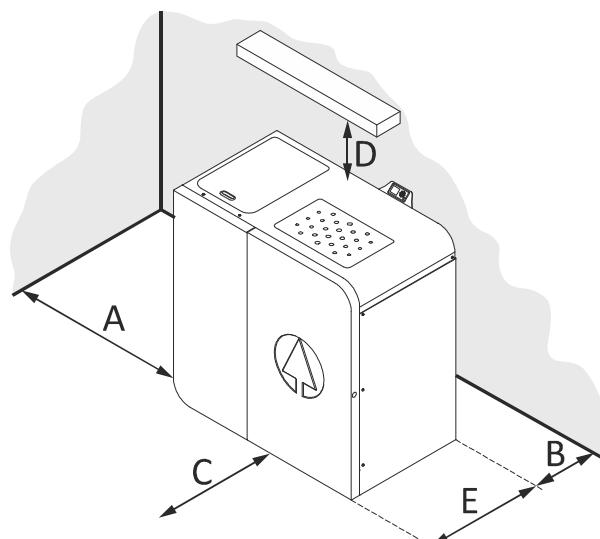

Figura 4
- 4.19. Compruebe los espacios entre la caldera, el combustible y cualquier tipo de material inflamable, compruebe figura 4.